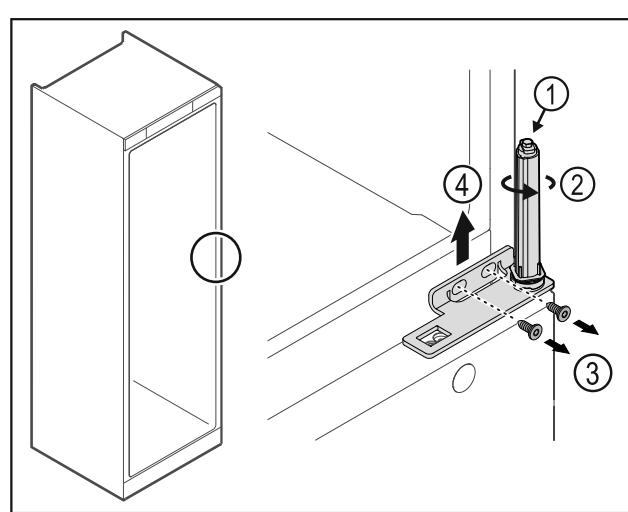

Fig. 33
- Не разбирайте систему закрытия двери Fig. 33 (1).
- Поворачивайте систему закрытия Fig. 33 (2) до щелчка.
- Открутите винты Fig. 33 (3), снимите шарнирные уголки движением вверх Fig. 33 (4).